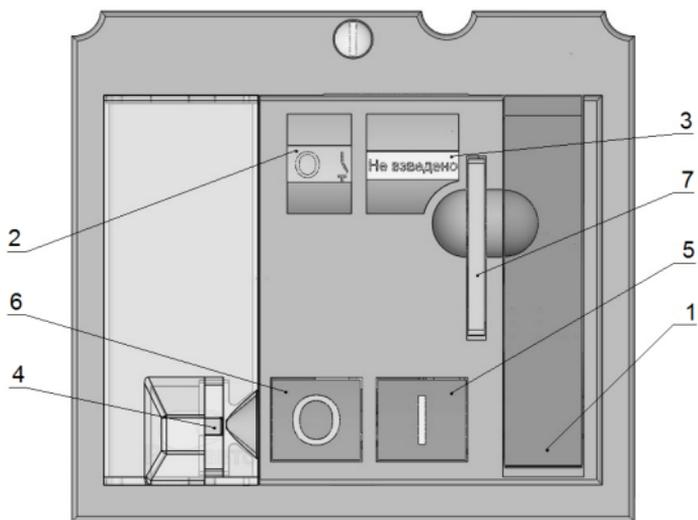

Рисунок 1 - Внешний вид лицевой панели привода двигательного
Режим управления устанавливается переключателем «р/авто» (поз. 4 рисунок 1).
Управление выключателем осуществляется с помощью кнопок включения (поз. 5 рисунок 1) и отключения (поз. 6 рисунок 1). Взвод включающей пружины осуществляется рычагом ручного взвода (поз. 1 рисунок 1).
Когда переключатель режимов управления (поз. 4 рисунок 1) находится в положении «авто», кнопка включения (поз. 5 рисунок 1), кнопка отключения (поз. 6 рисунок 1) и рычаг ручного взвода (поз. 1 рисунок 1) на приводе заблокированы. Включение и отключение осуществляется двумя импульсными или непрерывными командами с пульта управления.
2) В случае использования СК2, при срабатывании выключателя по короткому замыканию или перегрузке автоматический и дистанционный взвод привода осуществляться не будет. Для взвода привода, необходимо переместить переключатель режимов управления (поз.4 рисунок 1) в ручной режим и произвести взвод привода с помощью рычага ручного взвода (поз.1 рисунок 1).
3.7 Привод двигательный может быть заблокирован с помощью 1-3 навесных замков (в комплект поставки не входят) с диаметром дужек 5-8 мм. Для этого необходимо перевести автоматический выключатель в коммутационное положение «отключено», выдвинуть из корпуса привода скобу с отверстиями (поз. 7 рисунок 1) и установить навесные замки. После выполнения указанных действий выполнение